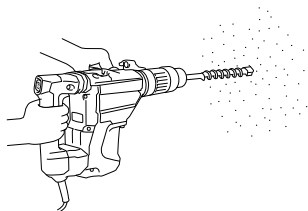

Fig. 10
1. Comment percer des trous (Fig. 10)